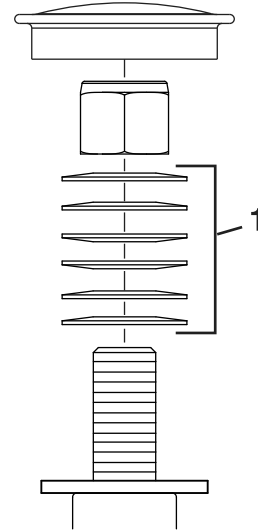

Figure 88
3. Déposez le capuchon protecteur de la roue pivotante et serrez le contre-écrou (Figure 88).
4. Continuez de serrer le contre-écrou jusqu'à ce que les rondelles élastiques soient aplaties, puis desserrez-le d'un quart de tour pour obtenir la précharge correcte des roulements (Figure 88).
**Important:** Veillez à placer les rondelles élastiques correctement, comme montré à la Figure 88.
5. Reposez le capuchon protecteur (Figure 88).